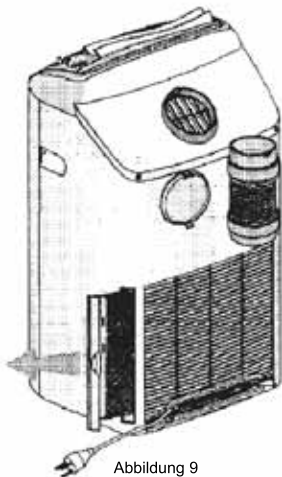

Abbildung 9
- Ausbau und Reinigung des Hauptfilters (siehe Abb. 9, 10, 12, 13)
- Um den Hauptfilter zu entnehmen, halten Sie die Griffe von hinten fest und ziehen Sie den Filter heraus. (Siehe Abb. 9).